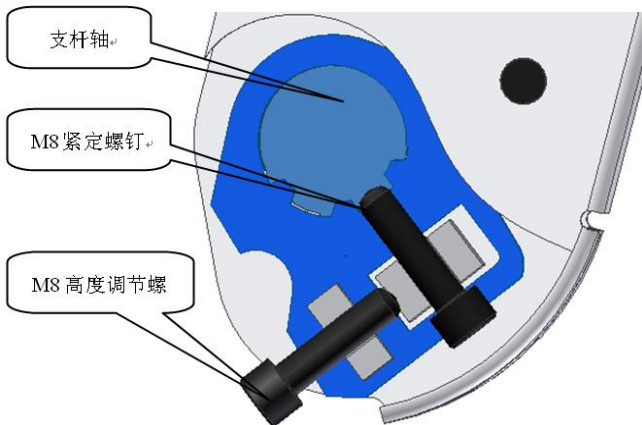

图 2
- 5.3 在加压鞍上分别装入上罗拉，放下摇架使上罗拉对准下罗拉工作部分，用内六角扳手略拧紧M8紧定螺钉（图2）。